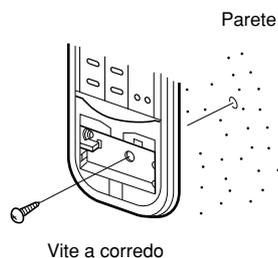

Fig. 7-15
- 6) Fissare il telecomando sulla parete sfruttando il foro per passaggio vite presente nel vano batterie (Fig. 7-15).